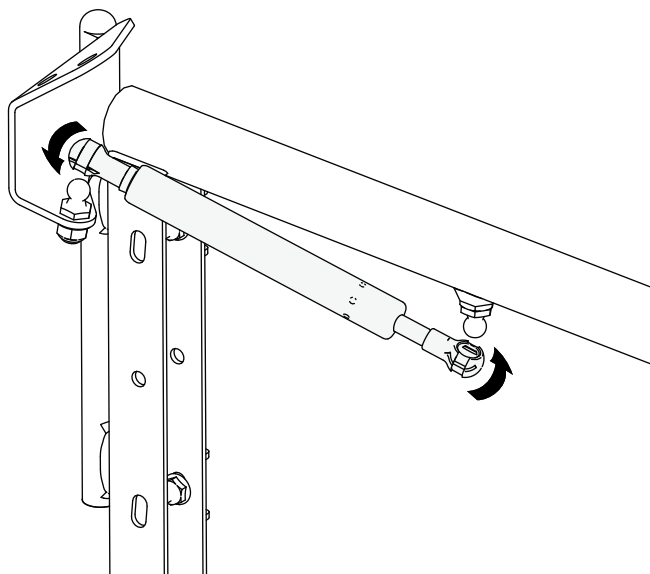

Figure 12
9. Installez un vérin à gaz sur les goujons, comme montré à la Figure 12, en plaçant l'extrémité fixe sur la charnière supérieure gauche.